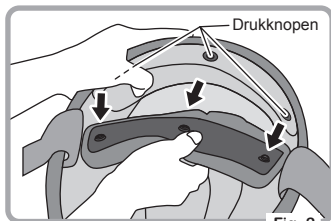

Fig. 2
- Maak de 3 drukknoopen achteraan los, om het kussen te verwijderen, zoals wordt getoond op Fig. 2.